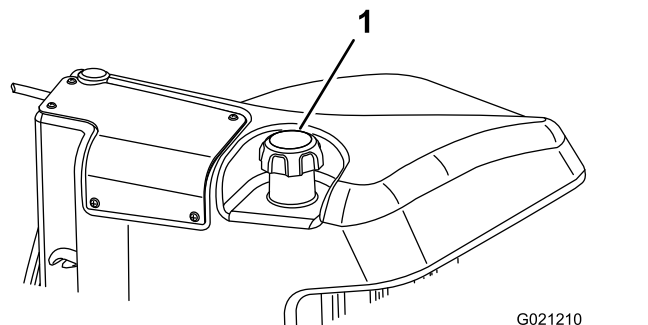

Figura 47
3. Îndepărtați capacul de la rezervorul de combustibil (Figura 47).